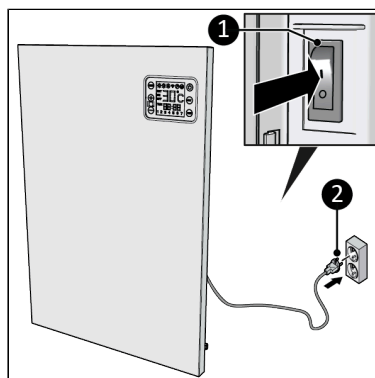

Abbildung 45.
2. Stellen Sie sicher, dass sich der EIN/AUS-Schalter in der AUS-Position befindet (Abbildung 45, Pos. 1).
3. Stecken Sie den Netzstecker (Abbildung 45, Pos. 2) in eine leicht zugängliche geerdete Steckdose. Verwenden Sie eine geerdete Steckdose mit einer Mindestleistung von 1200 Watt.